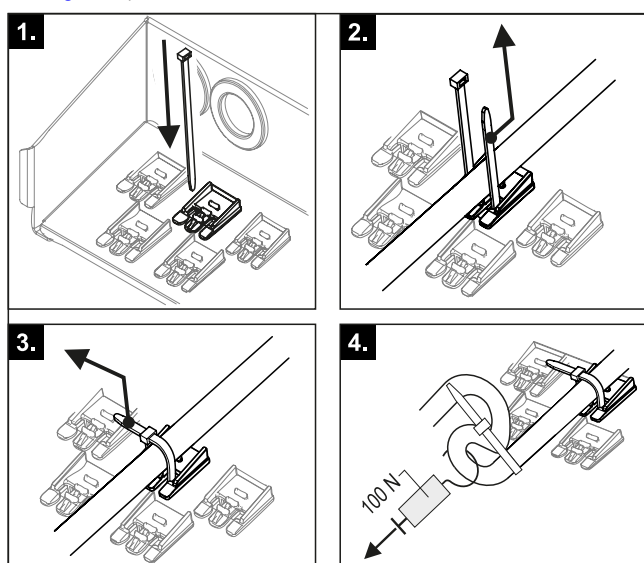

Fig. 3-37 Établir et contrôler la décharge de traction
- 7 Pour tous les câbles branchés à la pompe intérieure, une décharge de traction performante doit être assurée en complément par serre-câbles à l'extérieur du boîtier de régulation (étape 1 – 3, Fig. 3-37).
- 8 Contrôler la force de rétention de la décharge de traction (étape 4, Fig. 3-37).